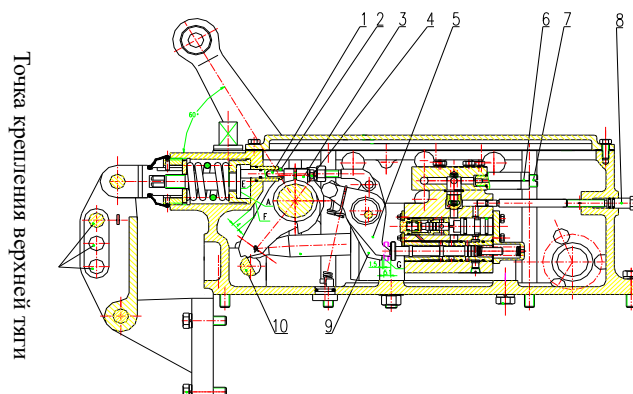

Рис. 5-16 Регулировка Усилия/Регулировка Положения Подъемника
5.3.9.2 Уровень регулирования усилия подъемника и регулировка положения регулировочного кулачка (Рис. 5-16)